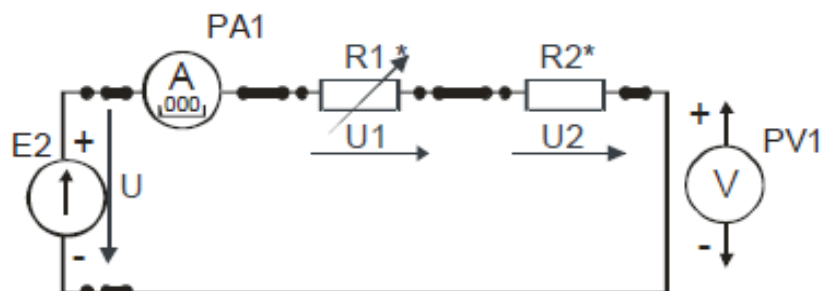

Рис.12. Электрическая цепь постоянного тока с последовательным соединением элементов
2. Собрать линейную электрическую цепь постоянного тока с последовательным соединением элементов (рис. 12), выбрав элементы цепи и величину напряжения питания в соответствии с заданным вариантом (табл. 8). Представить схему для проверки преподавателю.